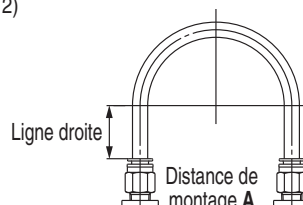

Fig. 1 : Raccordement recommandé
1. Lors de la connexion du raccordement du raccord instantané, utilisez une longueur de tuyau à marge suffisante, conforme aux conditions de raccordement indiquées en fig. 1.